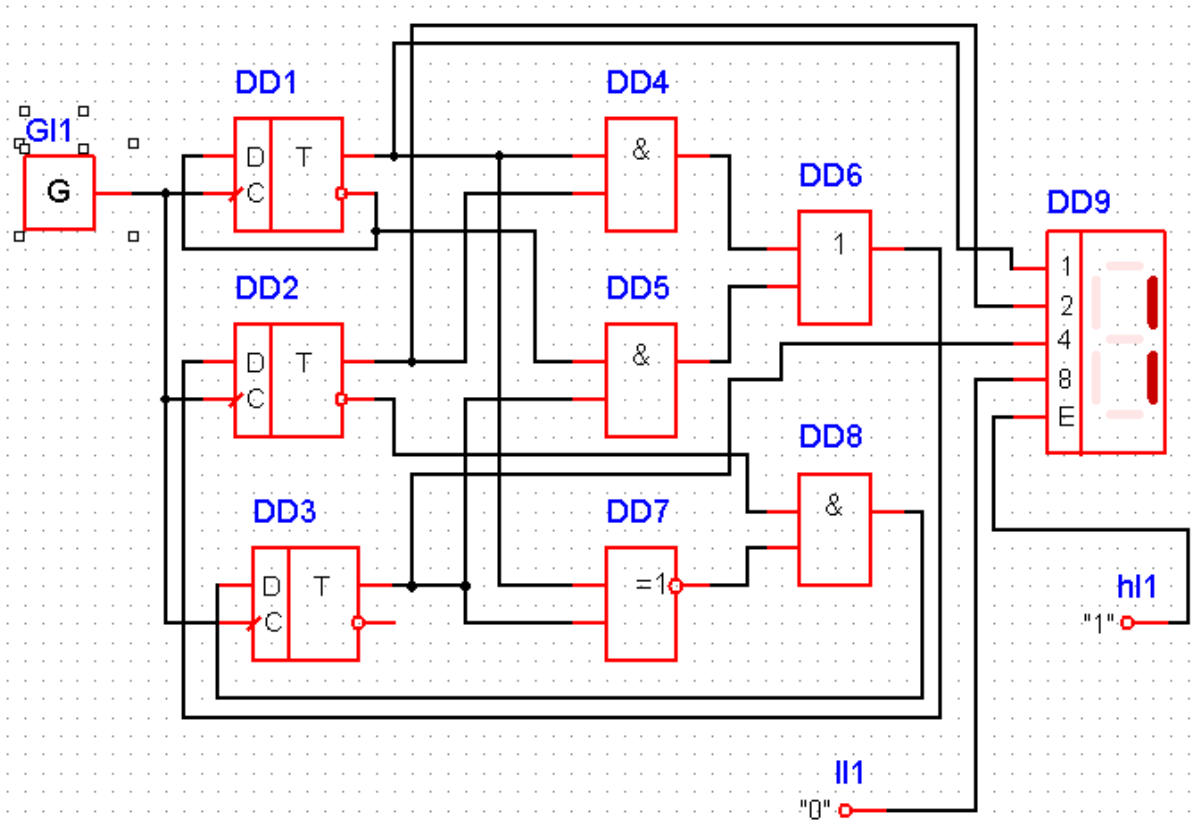

Рисунок 3 – Синхронный вычитающий счетчик с Ксч=6
С учетом соотношений (4), (5) и (6) построена схема эксперимента по изучению работы счетчика (рис. 3) в среде ASIMEC. Счетные импульсы снимаются с выхода тактового генератора G. Индикация состояний счетчика производится с помощью элемента DD9, выполняющего функцию преобразования четырехразрядного двоичного числа в его шестнадцатеричный эквивалент на семисегментном индикаторе. Удобно выбрать частоту генератора равной 1 Гц.